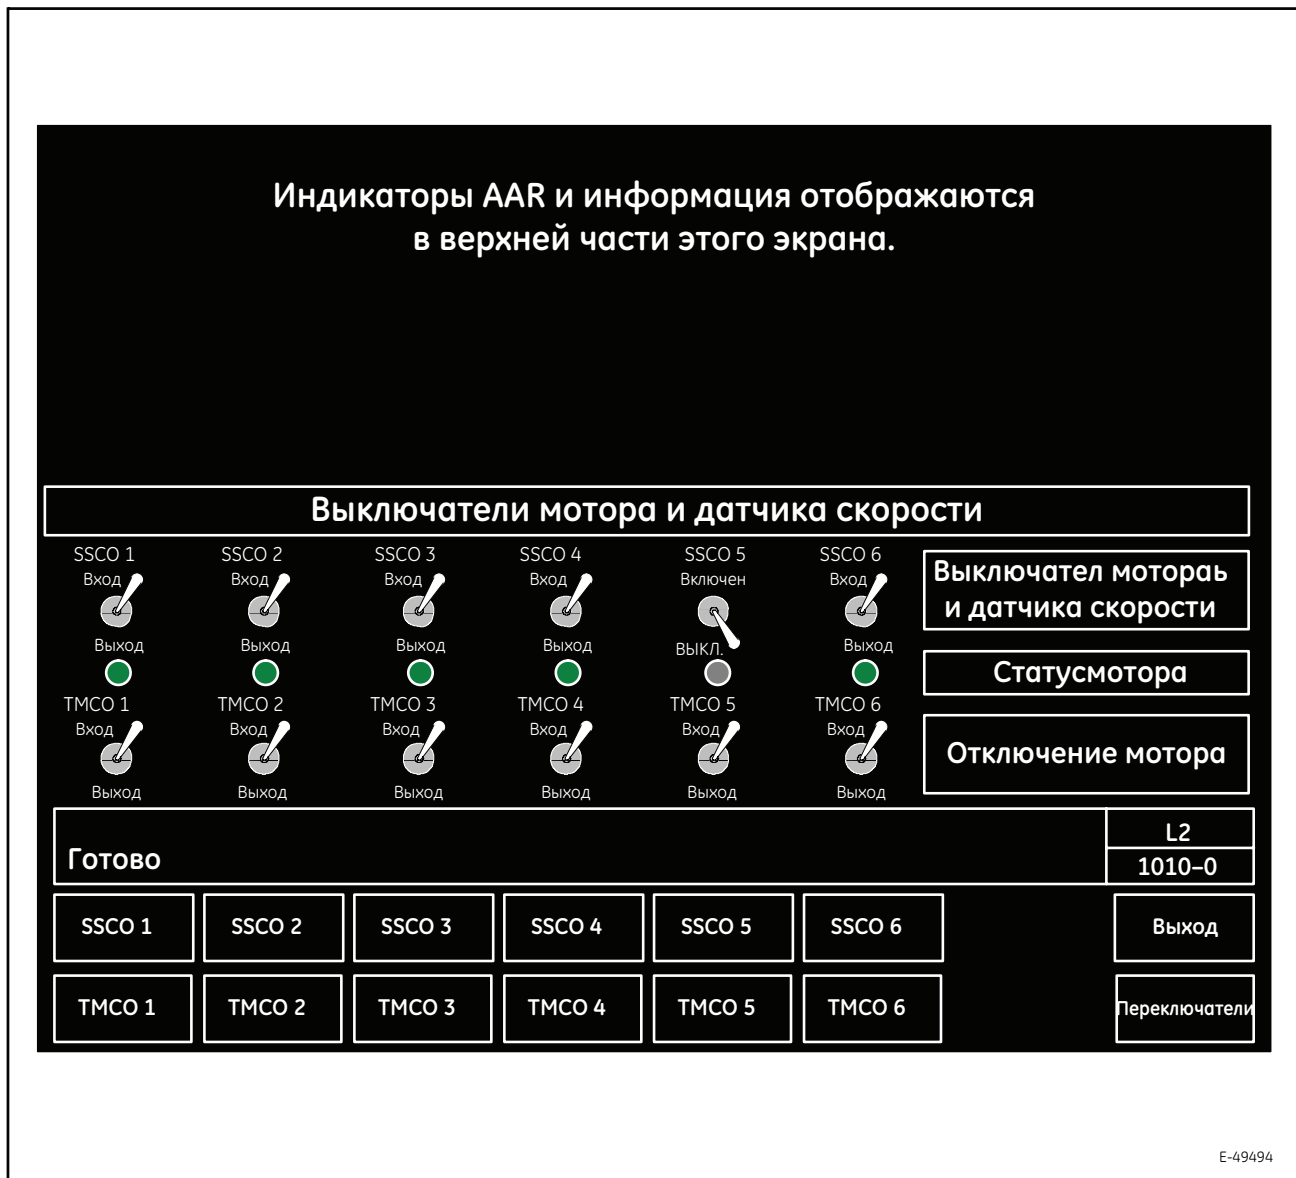

Рисунок 13. Типовой экран отключения двигателей и датчиков скорости (1010-0)
16. Сенсорная клавиша 8 (**Motor Cutouts**) (Отключение двигателей) - отображает экран отключения двигателя и датчика скорости (1010-0, Рисунок 13). Дополнительные сведения см. в разделе 3.3.2.1., ПЕРЕКЛЮЧАТЕЛИ ДВИГАТЕЛЕЙ И ДАТЧИКОВ СКОРОСТИ НА SDIS настоящей публикации.
Тяговые двигатели и датчики скорости могут отключаться вручную или автоматически. Ручное отключение выполняется с дисплея SDIS с использованием экрана отключения двигателей и датчиков скорости (1010-0, Рисунок 13).
2. Нажмите сенсорную клавишу 8 (**Motor Cut Outs**) (Отключение двигателей), чтобы отобразить экран отключения электродвигателя и датчика скорости (1010-0, Рисунок 13).